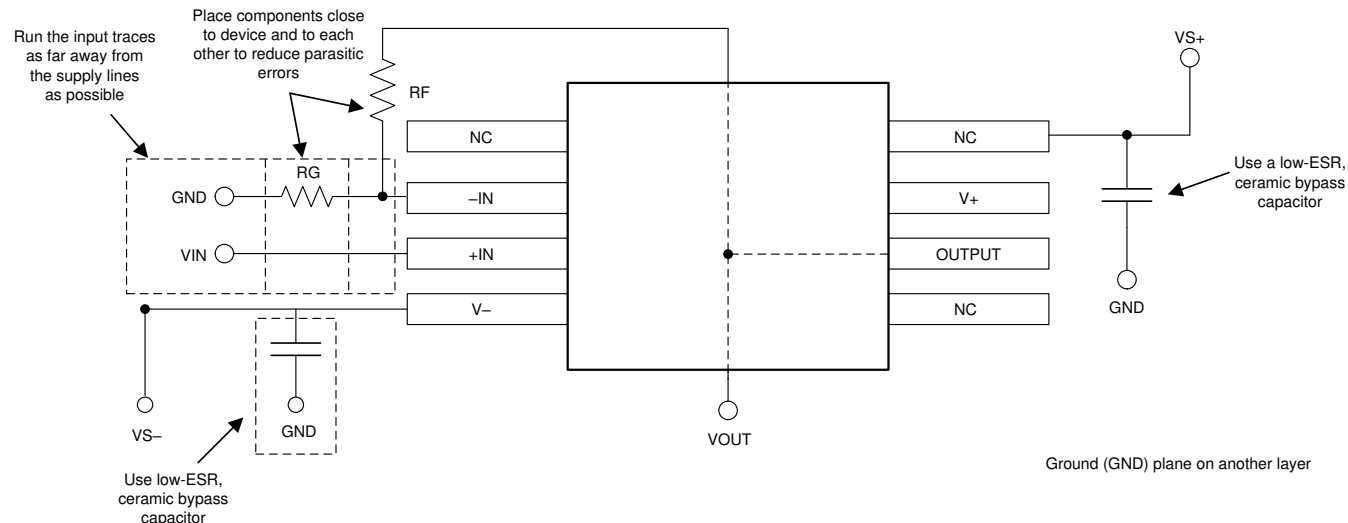

図 10-1. 非反転構成のオペアンプ基板のレイアウト
- 外付け部品は、可能な限りデバイスに近く配置します。図 10-1 に示すように、寄生容量を最小限に抑えるため、RF と RG は反転入力に近くに配置します。